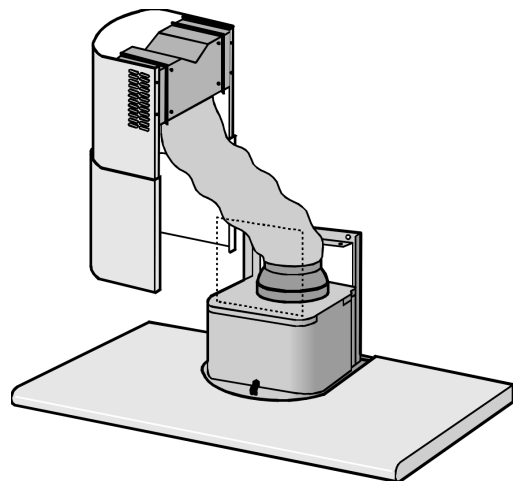

fig. 17
7. Raccordez le tuyau souple à la bride de raccord (fig. 17).